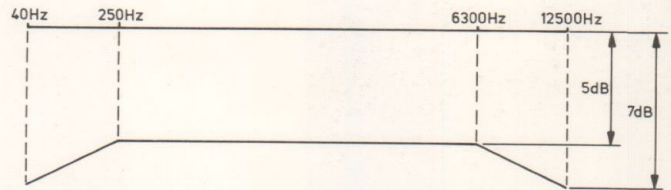

Fig. 6-4
- Bij het instellen van het ene kanaal kan het andere iets worden beïnvloed. Bij een goede instelling zal de frequentie-karakteristiek als in fig. 6-4 curve 6 verlopen. Vervorming  $\leq$  3%. Bij een te kleine voormagnetisatie wordt de vervorming te groot. De frequentiekarakteristiek zal er dan uitzien zoals getekend in fig. 6-4 curve a. Bij een te grote voormagnetisatie worden de hoge tonen te veel verzwakt, zie fig. 6-4 curve c.